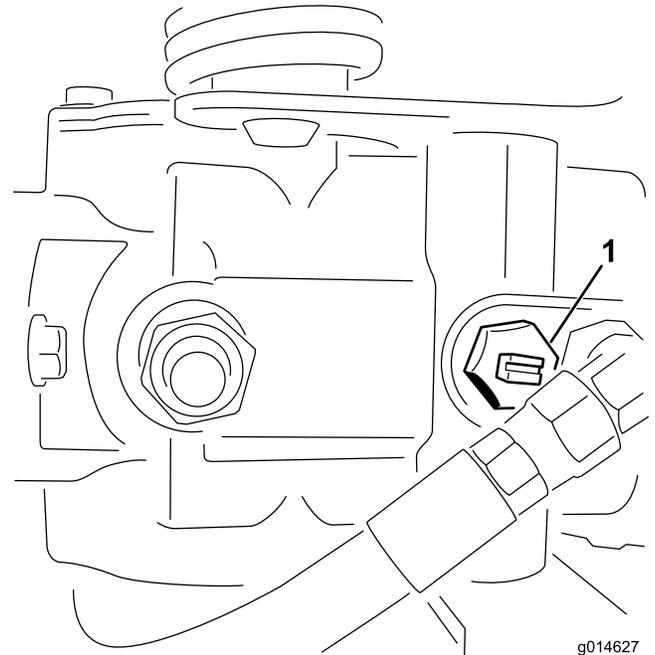

图44
- 找到并旋转泵上的旁通阀，使槽处于垂直位置（图44）。
- 启动发动机之前，旋转旁通阀，使槽处于水平位置，这样就可以关闭旁通阀（图44）。旁通阀打开时，切勿启动发动机。